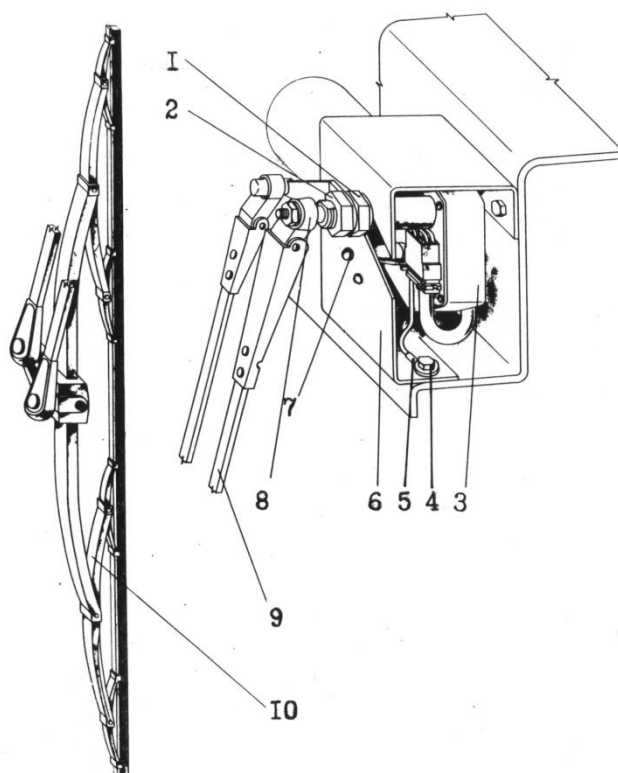

Рисунок 12 – Установка стеклоочистителя:
•Стеклоочиститель (рисунок 12).